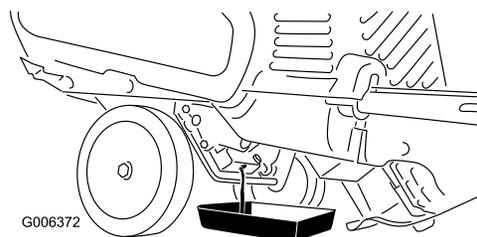

Figure 21
3. Placez un bac de vidange sous le bouchon de vidange et retirez le bouchon ; basculez la machine en arrière et vidangez l'huile usagée dans le bac (Figure 21).